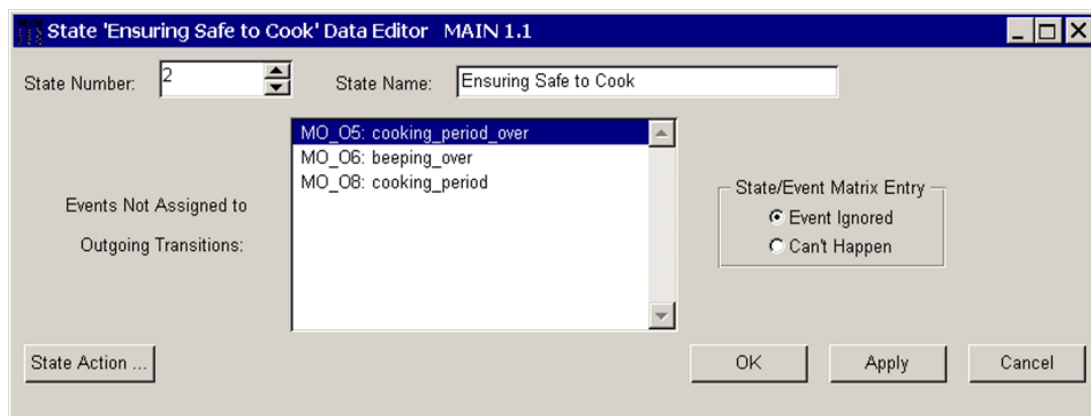

図 6-7: 状態データエディタ
- ☐ [Show State Data Editor] を選択します。図 6-7 に示す状態データエディタが表示されます。